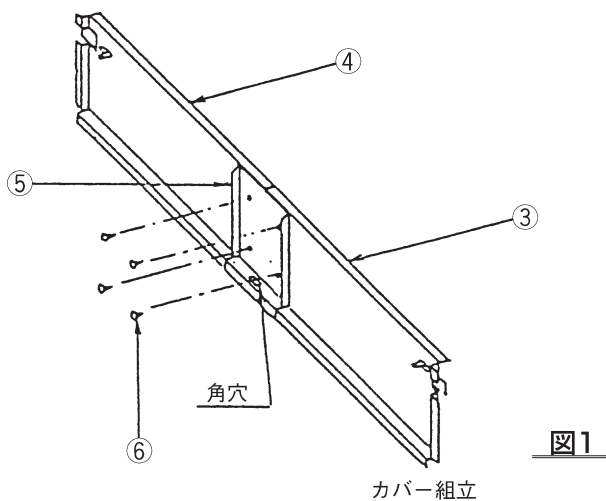

図1
- (1) カバーを図1のように組立ててください。
- (2) 本体吸込グリルを取外してください。